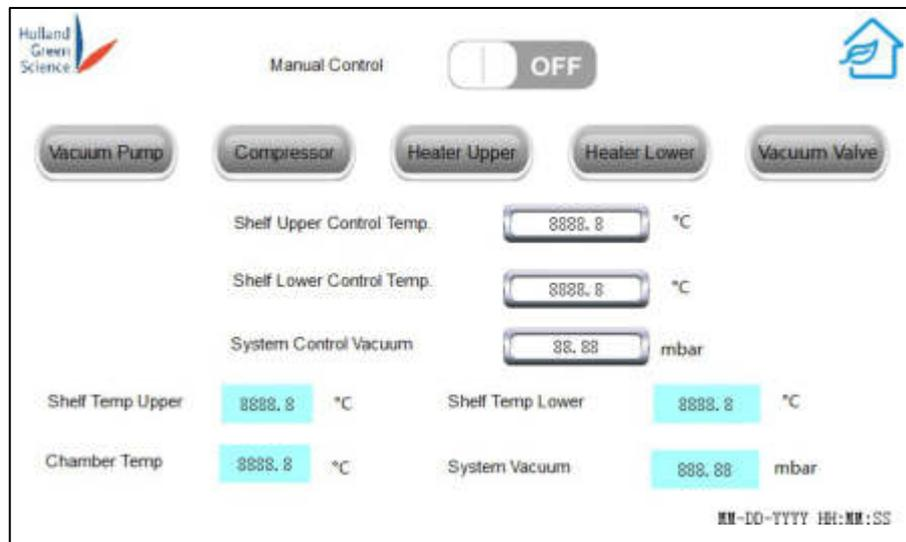

Abbildung 15
- Schalten Sie die folgenden Geräte wie gewünscht ein/aus: Vakuumpumpe, Kompressor, oberes Heizgerät, unteres Heizgerät, Vakuumventil (Abbildung 15).